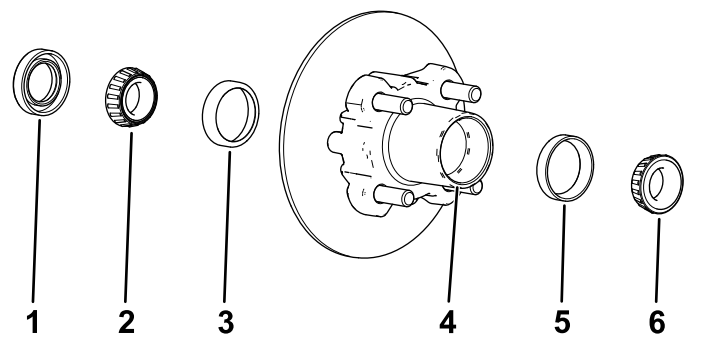

図 36
- ハブから外側のベアリングとベアリングレースを取る 図 36。
- ハブから、シール、内側のベアリングを外す 図 36。
- ハブについているグリス、ごみなどをきれいに取り除く 図 36。
- キャビティの50-80 %程度にグリスを詰める 図 36。
- ハブの内側に内側ベアリングを取り付け、シールをはめる 図 36。